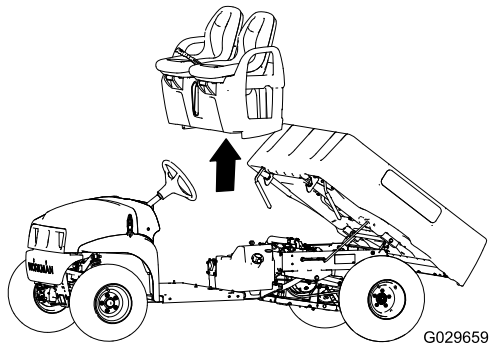

図 48
- 座席と座席ベースを機体上に降ろしてブレーキケーブルをシャーシに沿って配置する 図 47 と 図 48。
- 座席ベースについている穴を、フロアプレートの穴と後キャブチャネルの穴に合わせる 図 47 と 図 48。